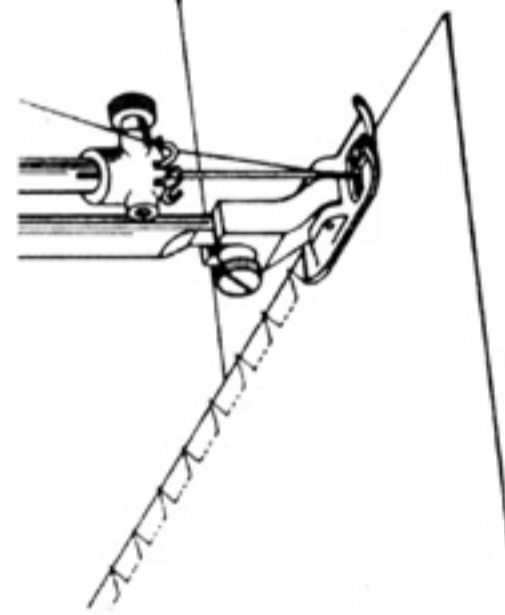

Рис. 56
35. Строчка «молния» (рис. 56)